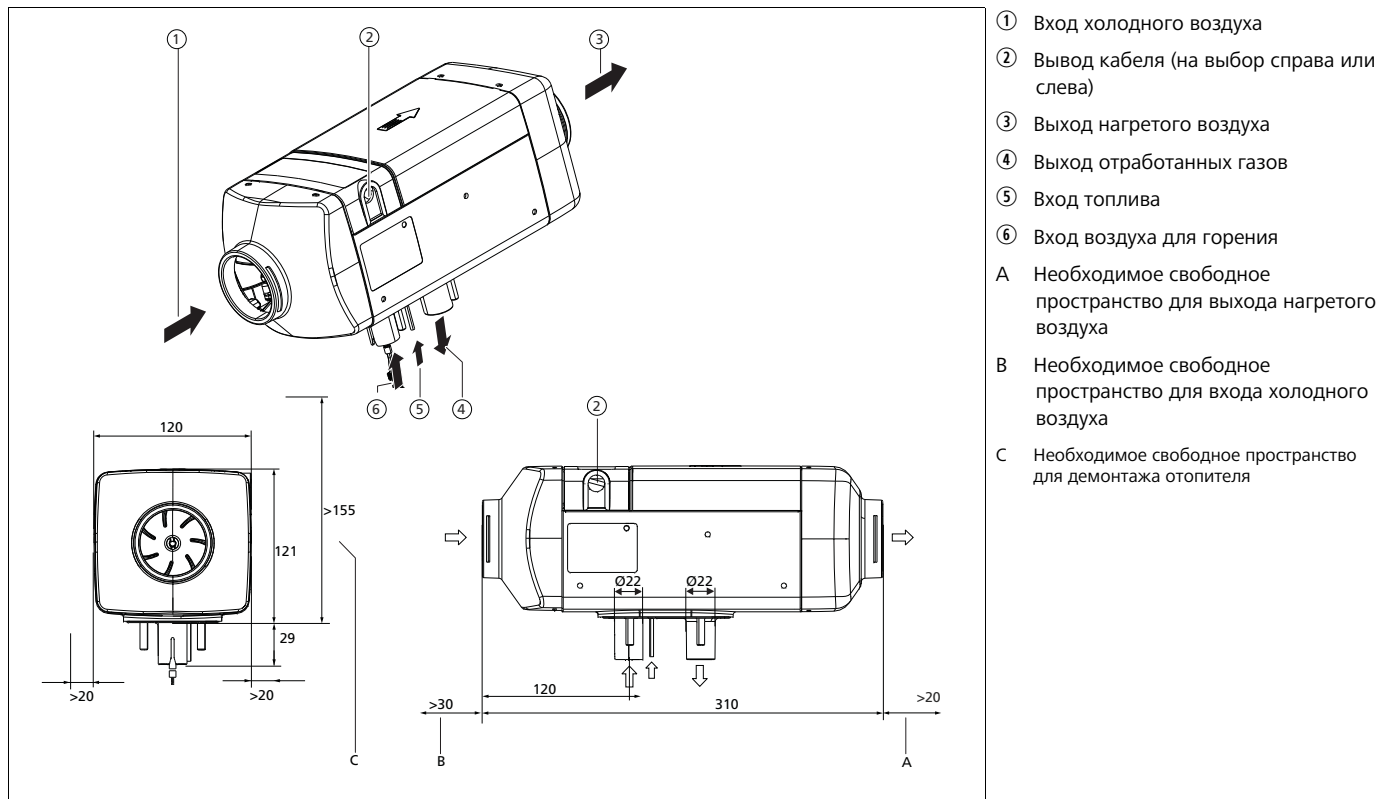
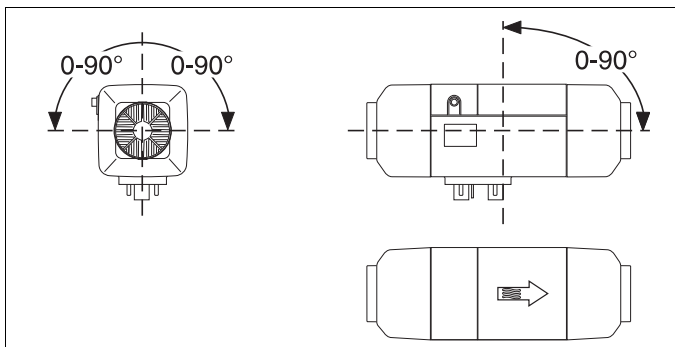

Рис. 4 Размеры и необходимое пространство [мм] Air Top 2000 STC
Рис. 8 Разрешённое монтажное положение дизельного воздушного отопителя
- Air Top Evo 40 / Air Top Evo 55: см. Рис. 4 и Рис. 8
- Выдерживайте угол наклона (см. Рис. 8).